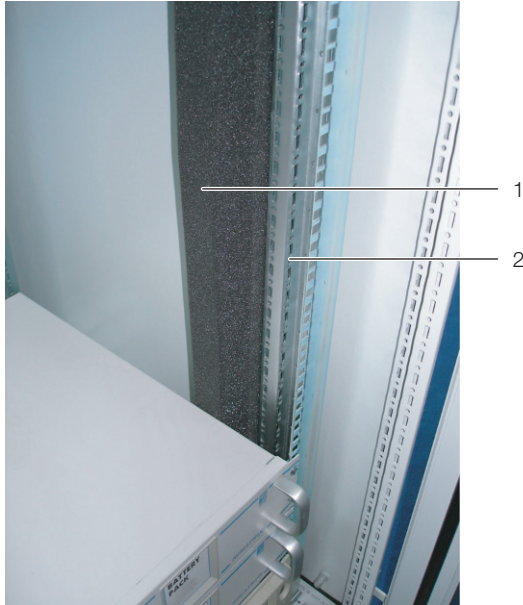

Abb. 10: Schaumstoffstreifen an einer Stütze des Serverracks
- Befestigen Sie den breiteren der beiden Schaumstoffstreifen (Best.-Nr. 3301.370 / 3301.320) aus dem Zubehör des LCP DX von außen an einer der vorderen Stützen des Serracks (Abb. 10). Achten Sie darauf, dass Sie diesen Streifen auf der Seite des Serverschranks anbringen, auf der das LCP DX angereicht wird.
aus dem Zubehör des LCP DX von außen an einer der vorderen Stützen des Serverracks (Abb. 10). Achten Sie darauf, dass Sie diesen Streifen auf der Seite des Serverschranks anbringen, auf der der Schrank wieder mit einer Seitenwand verschlossen wird.